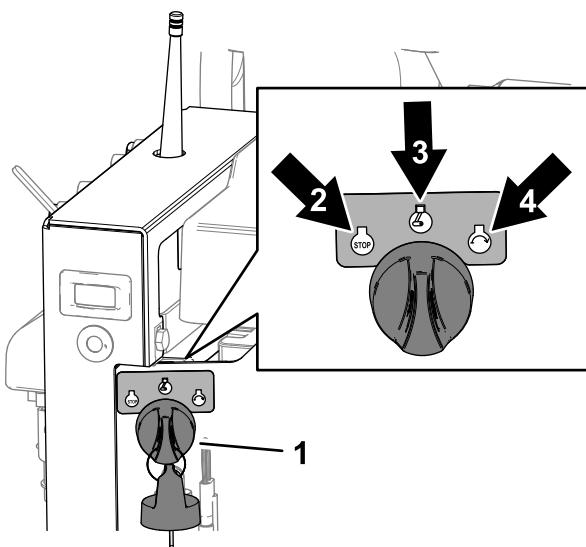

Figure 45
1. Tournez la clé en position ARRÊT (Figure 45).